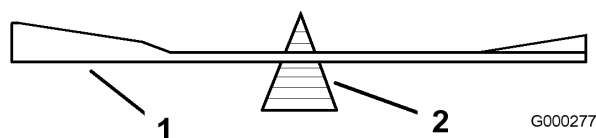

Figure 42
2. Vérifiez l'équilibre de la lame en la plaçant sur un équilibreur (Figure 42). Si la lame reste horizontale, elle est équilibrée et peut être utilisée. Si la lame est déséquilibrée, limez un peu l'extrémité de la
partie incurvée seulement (Figure 42). Répétez la procédure jusqu'à ce que la lame soit équilibrée.